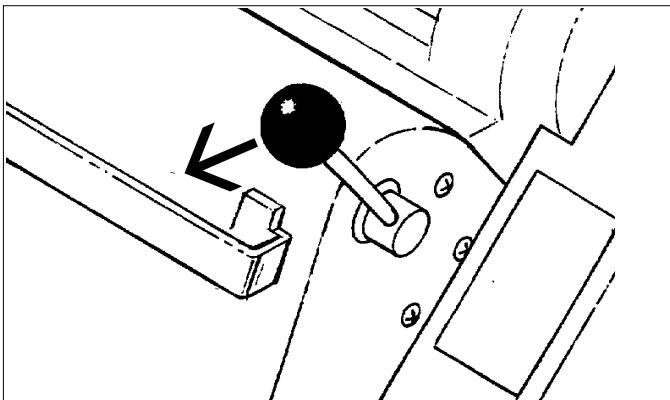

Figuur 9
3. Klem de stofzak vast op het elleboogstuk. (Zie Figuur 9) Breng de linten kruislings aan op de stofzak en trek strak over de rand op de elleboog. Wikkel het lint om de elleboog en bevestig het.